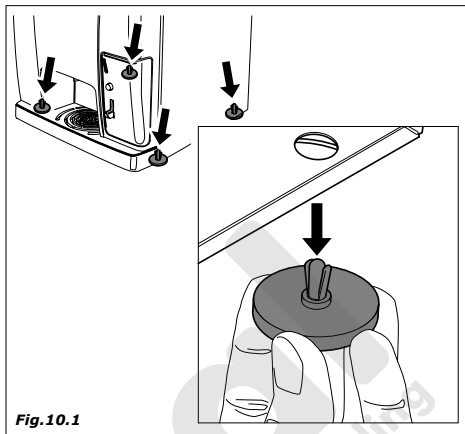

Fig. 10.1
- quitar los 4 pies montados en el modelo de mesas (Fig.10.1)